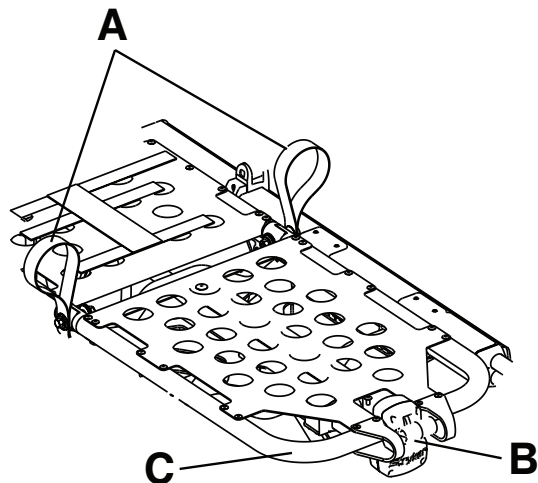

Figura 9 – Plataforma articulada para os joelhos
1. Levante uma das argolas de elevação vermelhas (A) até a plataforma articulada para os joelhos estar na posição mais elevada (Figura 9).
Para baixar a plataforma articulada para os joelhos, levante uma das argolas de elevação vermelhas (A) para aliviar a pressão no mecanismo de bloqueio. Enquanto segura a argola, empurre a alavanca de libertação vermelha do apoio dos pés (B) até que o suporte de apoio seja libertado (Figura 9). Baixe a plataforma articulada para os joelhos até ficar na horizontal.
Para elevar a plataforma articulada para os joelhos para Trendelenburg, levante a estrutura do apoio dos pés (C) o mais alto possível até a estrutura bloquear na posição (Figura 9). O suporte de apoio engata automaticamente quando solta a estrutura.
Para baixar a plataforma articulada para os joelhos para Trendelenburg, levante a estrutura do apoio de pés (C) e, enquanto segura na estrutura, levante a alavanca de libertação vermelha do apoio dos pés (B) até a estrutura soltar o suporte de apoio (Figura 9). Baixe o apoio dos pés até este ficar na horizontal.